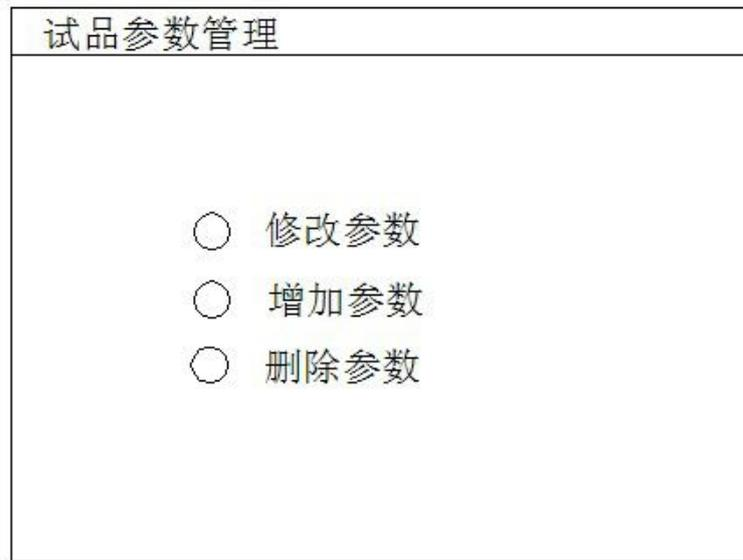

图 4 试品参数管理界面
3) 在图 4 中选择修改参数，出现下面的选择变压器编号页面：
- 4) 在图 4 中选择删除参数，则出现图 6 的选择变压器编号页面，选定编号后，按 OK 键将删除该编号的变压器参数配置。